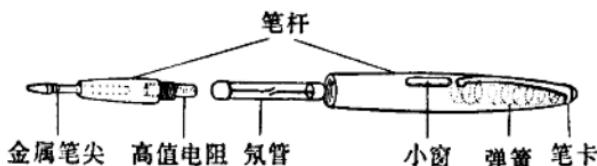

图 13 试电笔构造图
(1)试电笔：试电笔是一种测试电线或用电器带不带电的工具，它的构造如图 13 所示。发光部分是一个